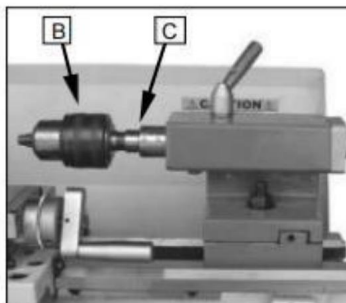

Fig. 28
Utilisez le mandrin de perçage pour maintenir les forets de centrage et les forets hélicoïdaux dans la contre-pointe (B) (Fig.28)
Un mandrin est nécessaire pour monter le mandrin de perçage dans la contre-pointe. Il est doté d'un cône Morse n° 1. (C) Fig.28